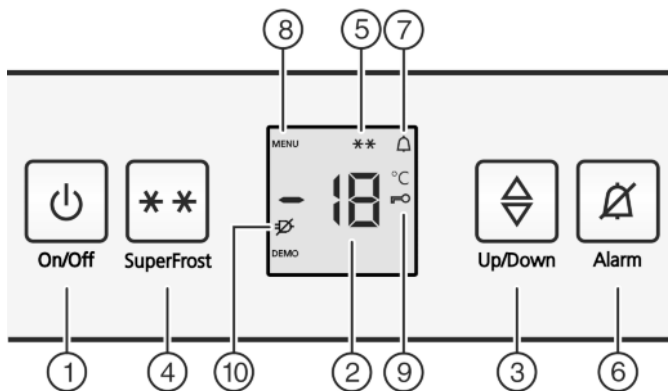

Fig. 2
- ▶ Натисніть клавішу On/Off. Fig. 2 (1).
- ▶ Вмикання режиму настройки: натисніть кнопку SuperFrost Fig. 2 (4) і утримуйте її приблизно 5 секунд.
- ▷ На індикаторі відображається символ «Меню» Fig. 2 (8).
- ▶ Для підтвердження натисніть і відпустіть клавішу SuperFrost Fig. 2 (4).
- ▷ На індикаторі світиться символ «Захист» Fig. 2 (9).
- ▶ натисніть і відпустіть клавішу «On/Off» Fig. 2 (1).
- ▷ Символ функції захисту Fig. 2 (9) гасне.
- ▶ натисніть сигнальну клавішу Alarm Fig. 2 (6).
Одночасно блимає індикатор температури та символ звукового сигналу Fig. 2 (7).
Звукове попередження вимикається автоматично, символ звукового попередження Fig. 2 (7) вимикається, індикатор температури перестає блимати, коли температура достатньо низька.